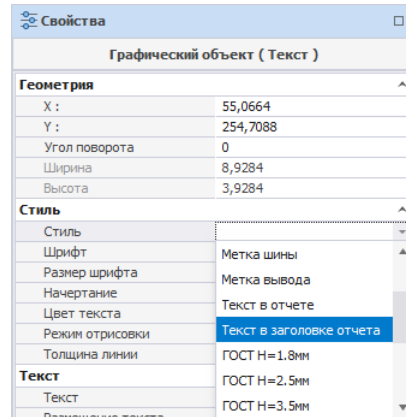

Рис. 327 Выбор стиля
- Пункт «Стиль», поле «Стиль» - совокупность заданных параметров настроек стиля. В системе имеются шаблоны стилей, заданные согласно требованиям ГОСТ или обозначению определенных элементов, см. Рис. 327. Готовые шаблоны стиля доступны для выбора в выпадающем списке при нажатии ▾ в конце строки.